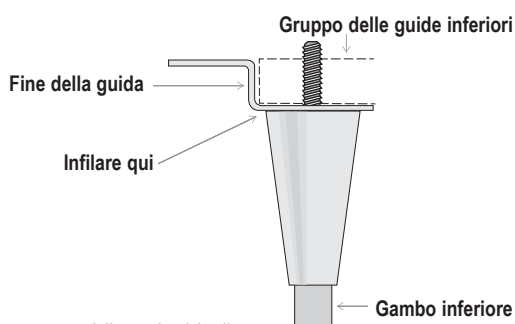

Fig. 4. Diagramma della gamba di livellamento
3. Avvitare le gambe di livellamento nella guida a cornice o nel fondo dell'elettrodomestico. Vedere figure 4 e 5.
5. Se l'elettrodomestico non è livellato, sollevare gentilmente e supportare la base dell'elettrodomestico. Quindi, con una chiave inglese aggiustabile, avvitare i perni inferiori delle gambe di livellamento verso l'interno o verso l'esterno per mettere a livello e sostenere l'elettrodomestico. Vedere le figure 4 e 6.
5. Ripetere i passaggi da 1 a 3 per tutte le slitte dello scaffale/della vaschetta. Assicurarsi di installare le slitte a coppie alla stessa altezza. Si veda la fig. 4